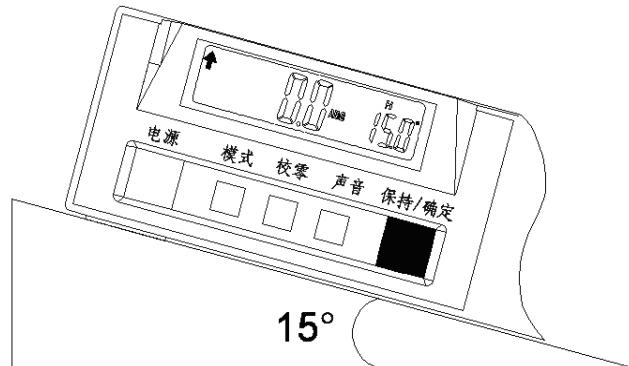

图 G-7
- 2) 在第一测量位置上，轻压【保持/确定】按钮一次，坡度计液晶显示区左侧小字体将保存当前测量角度，同时右侧大字体会置为零，见图 G-7；